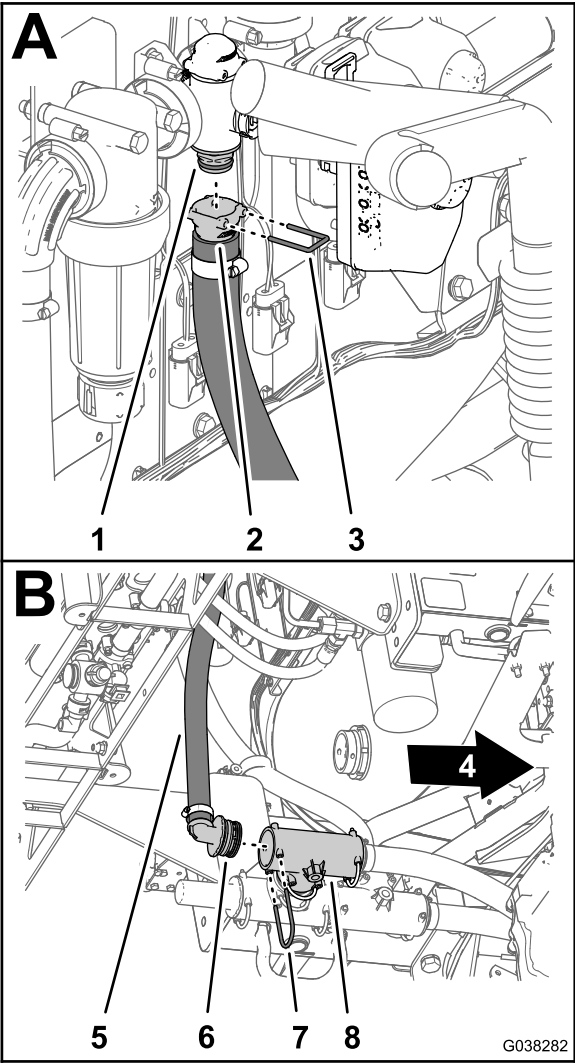

图64
- 使用随软管提供的卡环小将回流软管的快速连接直通宝塔形接头2.5 x 71cm 安装到喷洒率阀的快速联轴器上 图64。
3. 将回流软管的 90° 宝塔接头装入内侧 T 形接头的后端口 图64。